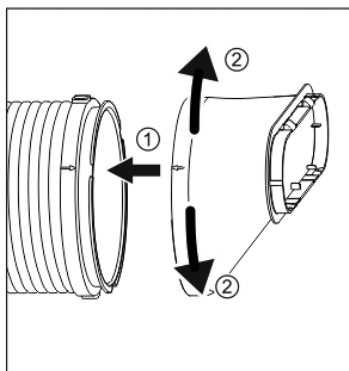

Fig. 2
2. Use el mismo método para conectar la salida de la manguera y la manguera; (Fig. 2)